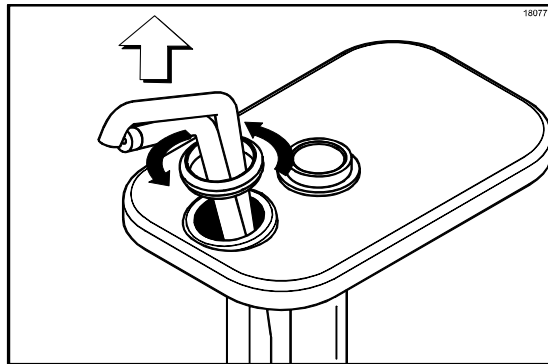

Abbildung 78
9. Auslassrohr-Sicherungsmutter durch Drehen im Gegenuhrzeigersinn lösen und vom Auslassrohr abnehmen. (Siehe Abbildung 78.)